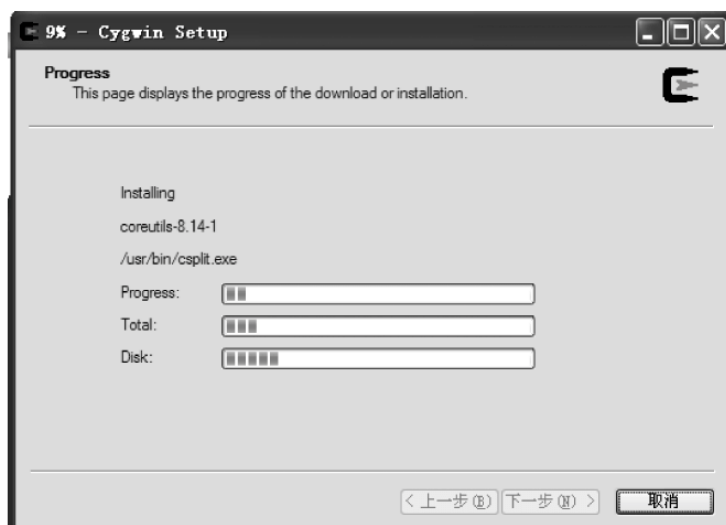

图 5.6 开始安装
(6) 开始安装,本环节需要较长时间和较大磁盘空间(约 4GB)来进行安装,如图 5.6 所示。